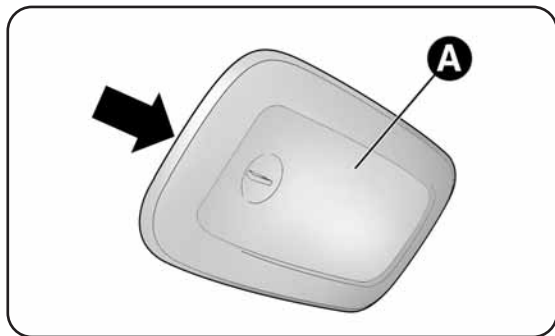

fig. 28
- agir sur le point indiqué par la flèche et enlever le plafonnier A-fig. 28 ;